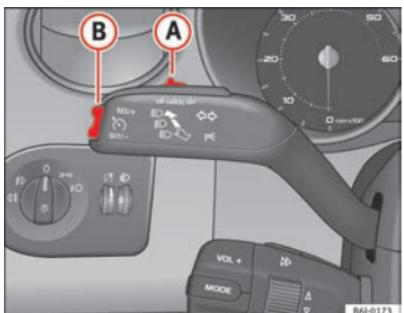

Fig. 109 Palanca de intermitentes y de luz de carretera: mando y tecla basculante para el regulador de velocidad
- Cuando se haya alcanzado la velocidad que se quiere programar, pulse brevemente la parte inferior de la tecla basculante **SET** ⇒ **fig. 109 B** una vez.